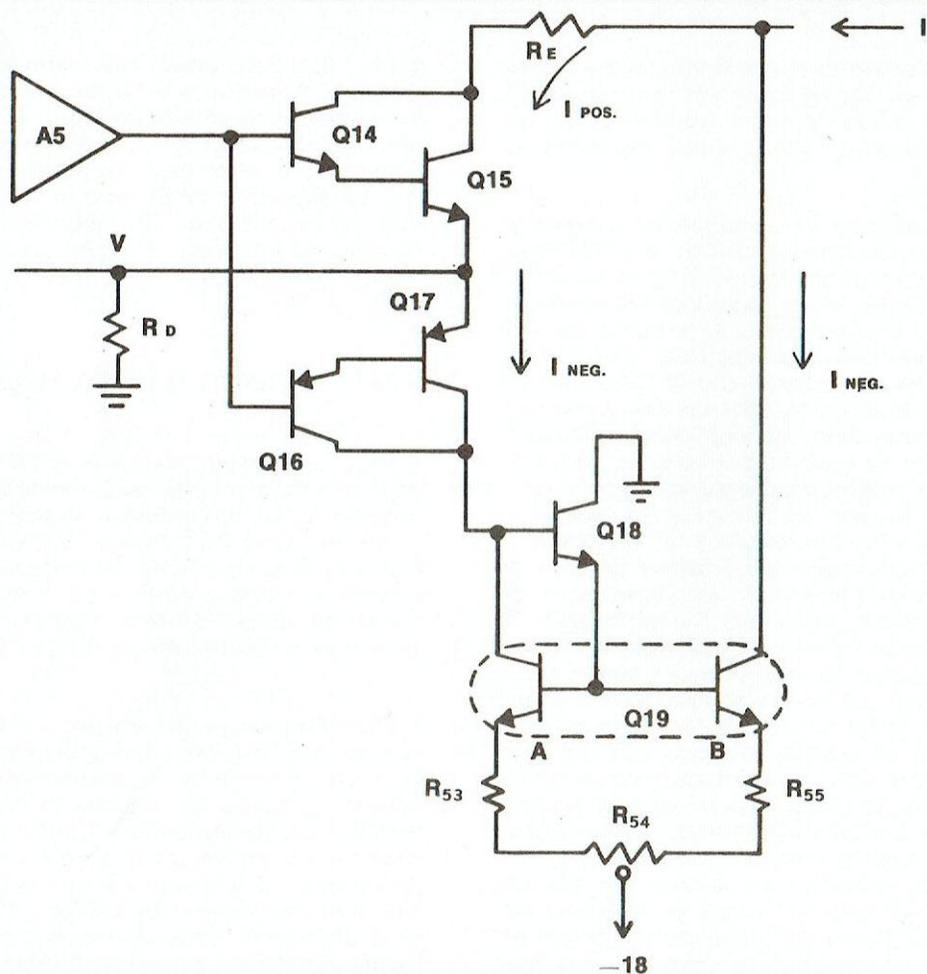

Figure 4-4 CIRCUIT D'INVERSION DE LA POLARITE
**4.23.** Les mesures faites avec le TE 360 sont indépendantes de la polarité, qu'il affiche d'ailleurs sur sa face avant. Le convertisseur analogique-numérique n'accepte qu'une seule polarité. L'amplificateur d'entrée doit donc fournir au convertisseur un signal de polarité convenable, quelque soit celle du signal appliqué. Le circuit d'inversion de la polarité assure cette transformation comme le montre la figure 4-4.